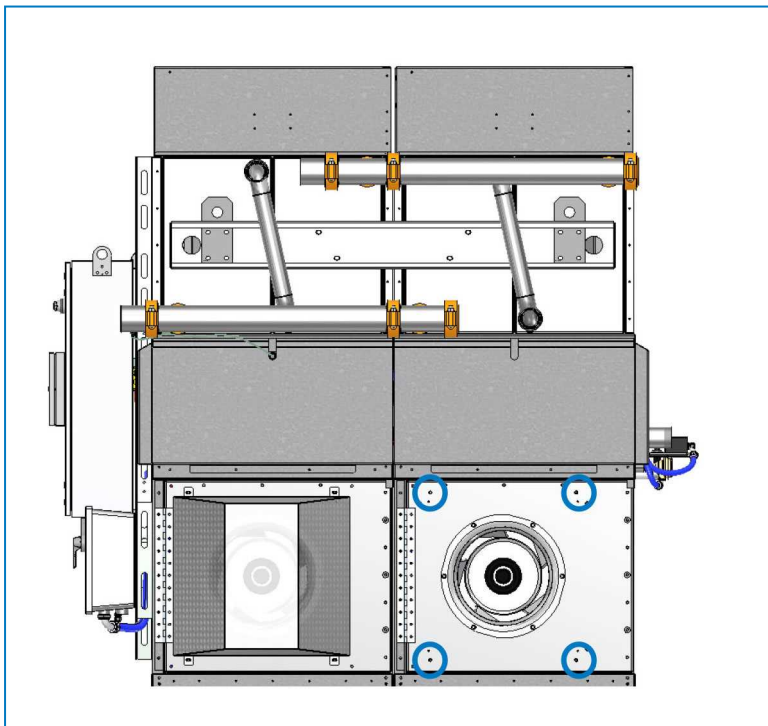

Abbildung 24A Schutzgitterinstallation Schritt 1
1. Entfernen Sie die Befestigungsmittel vom EC-Lüftersysteme Blech. Die Befestigungsmittel werden in Schritt 2 wieder verwendet. Siehe Abbildung 24A.